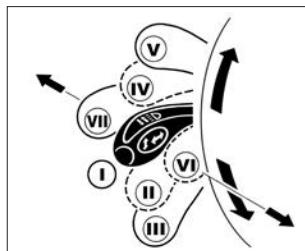

Рис. 32. Рычаг переключателя световой сигнализации
Для включения дальнего света фар на длительное время с включенной системой автоматического управления наружным освещением необходимо перевести переключатель в позицию **VII** «включен дальний свет фар» (см. рис. 32).
Если в момент автоматического включения ближнего света фар переключатель световой сигнализации находился в позиции **VII** «включен дальний свет фар» (см. рис. 32), то для включения дальнего света на длительное время необходимо вернуть его в нейтральное положение и затем перевести переключатель в позицию **VII** «включен дальний свет фар».
- I (рис. 32) – **нейтральное положение.** Включен ближний свет фар, если переключателем наружного освещения включен свет фар.
- I (рис. 32) – **нейтральное положение.** Очистители и омыватели стекол выключены.